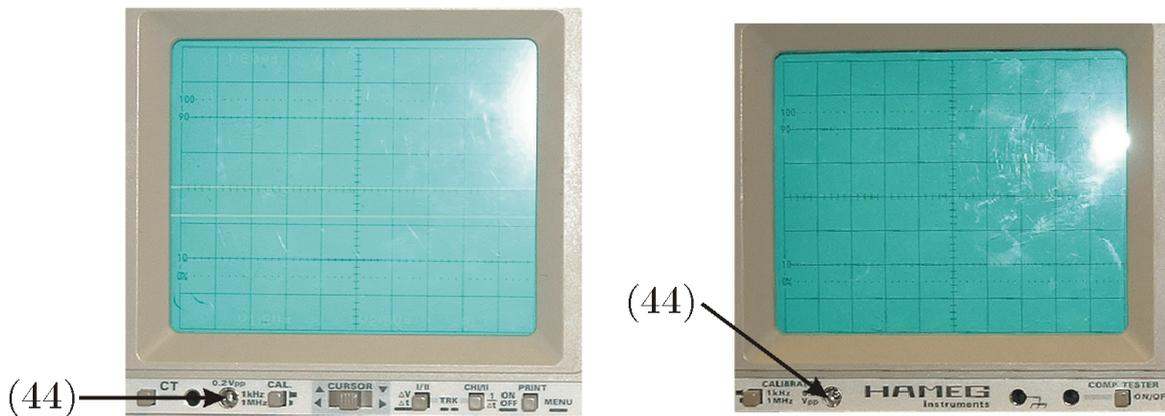

Figura 3.11: Fotografía de los osciloscopios HAMEG HM-407 y HAMEG HM-305 donde se ha marcado el control (44) Señal de compensación de las sondas.
Todos los osciloscopios tienen un punto para poder calibrar las sondas (44), ver Figura 3.11. La importancia de la calibración o compensación de las sondas